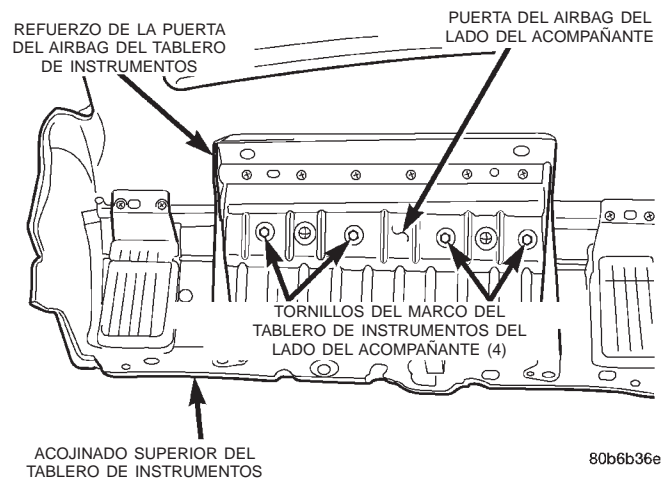

Fig. 31 Desmontaje e instalación del marco del tablero de instrumentos del lado del acompañante
(1) Desconecte y aisle el cable negativo de la batería.
(2) Retire el acojinado superior del tablero de instrumentos. Para informarse sobre los procedimientos, consulte **Almohadilla superior del tablero de instrumentos** en la sección Desmontaje e instalación de este grupo.
(3) De la parte de abajo del acojinado superior, retire los cuatro tornillos de la parte superior de la puerta del airbag del lado del acompañante que fijan el marco del tablero de instrumentos del mismo lado (Fig. 31).